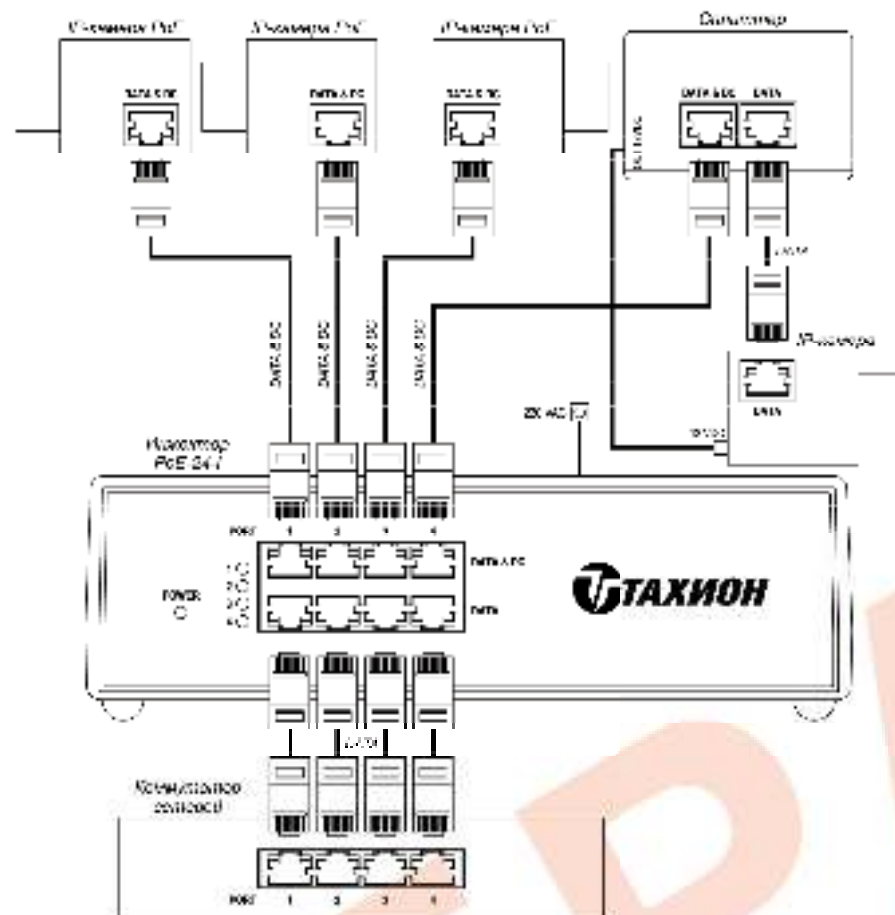

Рис.2 Пример подключения инжектора PoE-24-I
1. Подключите к разъемам «Data» портов инжектора PoE-24-I 4-х парным сетевым кабелем UTP категории не хуже 5е порты коммутатора (switch) без встроившей функции PoE (см. рис.2).